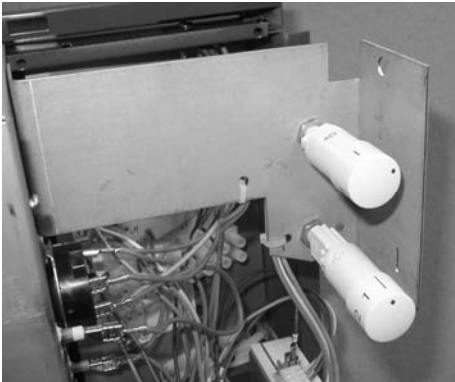

Fig.6 Bedienknopf aufstecken
- Bedienknopf auf die Achse des Potentiometers aufstecken (Fig.6).